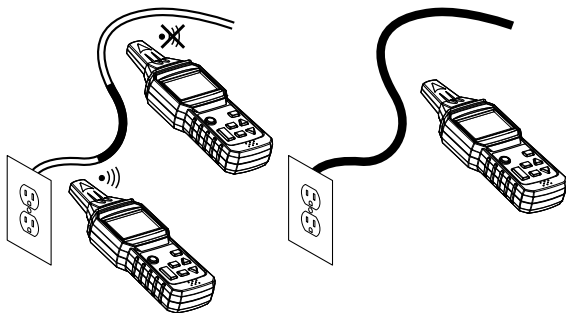

Abbildung 5 Berührungslose Spannungserkennung
7. Beispiele finden Sie in Abbildung 5 im Abschnitt „Anwendungsabbildungen“.